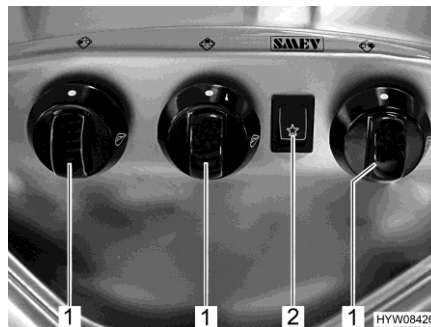

Fig. 192 Elementos de mando (cocina de gas)
- Girar el regulador giratorio (Fig. 192,1) correspondiente al quemador deseado a la posición de encendido (llama alta).
- Pulsar el interruptor basculante (Fig. 192,2). En el quemador se producen chispas de encendido.